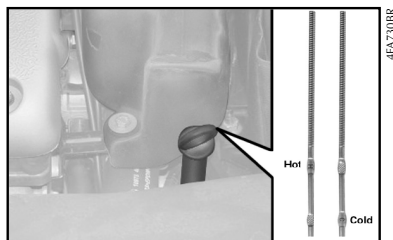

fig. 7
- Verifique o nível (**fig. 7**) de óleo somente com o câmbio em temperatura de funcionamento (**80° C**)
- Retire a vareta de verificação de nível, limpe-a com um pano limpo e recolque-a em sua sede. Retire-a novamente e verifique se o nível de óleo está dentro do limite da marca **HOT (H)**.